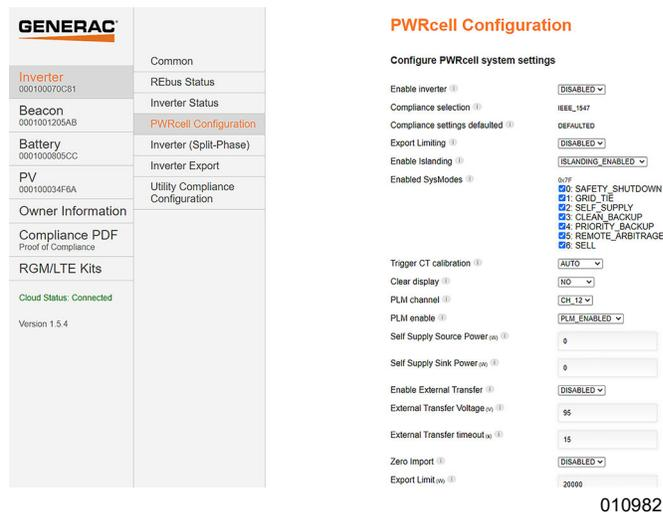

Figure 6-29. Configuration PWRcell
3. Voir **Figure 6-29**. Pour modifier un paramètre, cliquer dessus, effectuer le changement souhaité, puis cliquer sur Submit (Soumettre). Les modifications effectuées ne sont pas mises en œuvre tant qu'on n'a pas sélectionné Submit pour finir.